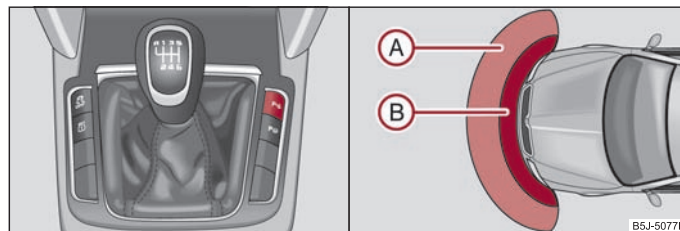

Fig. 134 Activarea sistemului de asistență la parcare/ Sistemul de asistență la parcare: Zona de acțiune a senzorilor din față
Avertizarea pornește la o distanță de 120 cm față de obstacolul din fața autovehiculului (zona **A**) ⇒ fig. 134) și de 160 cm față de obstacolul din spatele autovehiculului (zona **A**). Odată cu micșorarea distanței, se scurtează intervalele dintre semnale.
Sistemul de asistență la parcare se activează, când contactul motor este pus, la cuplarea **treptei marșarier** sau la apăsarea tastei ⇒ fig. 134 - stânga, în tastă se aprinde simbolul **P**. Activarea va fi confirmată prin emiterea unui ton scurt.
Sistemul de asistență la parcare se dezactivează prin apăsarea tastei **(P)** ⇒ fig. 134 sau la viteze peste 10 km/h (simbolul **P** din tastă se stinge).
- Dacă după activarea sistemului se emite cca. 3 secunde un semnal sonor, iar în jurul autovehiculului nu se găsește nici un obstacol, înseamnă că există o defecțiune în sistem. Defecțiunea este semnalizată și prin clipirea simbolului **P** din tasta ⇒ pagina 122, fig. 134. Defectul trebuie remediat de către o unitate autorizată.